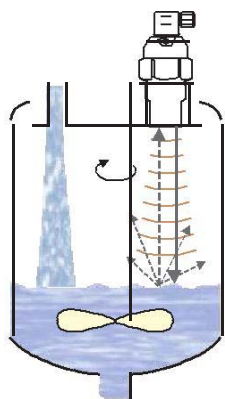

Рис. 15: Слегка волнистая поверхность
- При слегка неспокойной или волнистой поверхности (из-за мешалки, подачи жидкости и т.п.) возможно рассеивание и ухудшение ультразвукового сигнала. Это может привести к уменьшению измерительного диапазона или ненадёжному функционированию уровнемера (рис. 15).